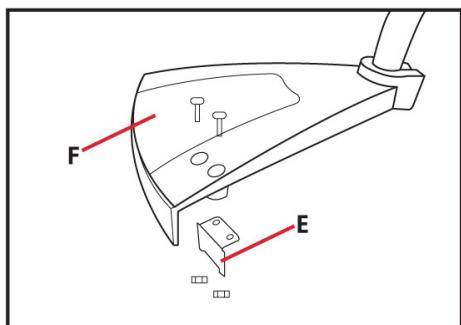

Fig. 12
1. Quitar la cuchilla (E) del deflector (F) (Fig. 12).